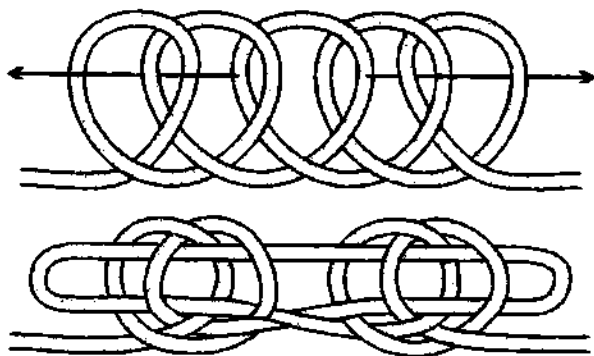

Рис. 140. Английские название **олимпийского узла** – «два сердца, бьющиеся как одно».
**Олимпийский узел** – ещё одна разновидность *колышки* (рис. 140). **Олимпийский узел** очень надёжный и безопасный. Несмотря на то, что узел выглядит довольно сложным, вяжется он просто и быстро. Перед работой узел необходимо расправить и затянуть. **Олимпийский узел** с успехом можно использовать и в декоративных целях.